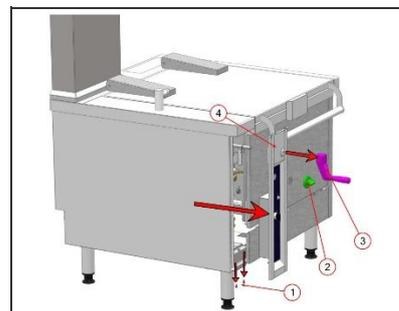

Fig. 7
- Déposer le capot de commande (Fig7 paragraphe2)